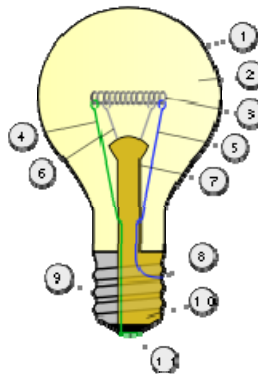

Figura 60. Componentes principales de las lámparas incandescentes.
- Lámparas incandescentes: son lámparas que cuentan con un filamento de wolframio muy fino, encerrado en una ampolla de vidrio que se ha rellenado con un gas inerte, se completa con un casquillo metálico en el que se disponen las conexiones eléctricas. En la **Figura 60** se muestran los elementos principales de una lámpara incandescente, como son: 1. Envoltura - ampolla de vidrio – bulbo. 2. Gas inerte. 3. Filamento de wolframio. 4. Alambre de contacto (va al pie). 5. Alambre de contacto (va a la base). 6. Alambre(s) de sujeción y disipación de calor del filamento. 7. Conducto de Refrigeración y soporte interno del filamento. 8. Base de contacto 9. Casquillo metálico (culote). 10. Aislamiento y 11. Pie de contacto eléctrico.